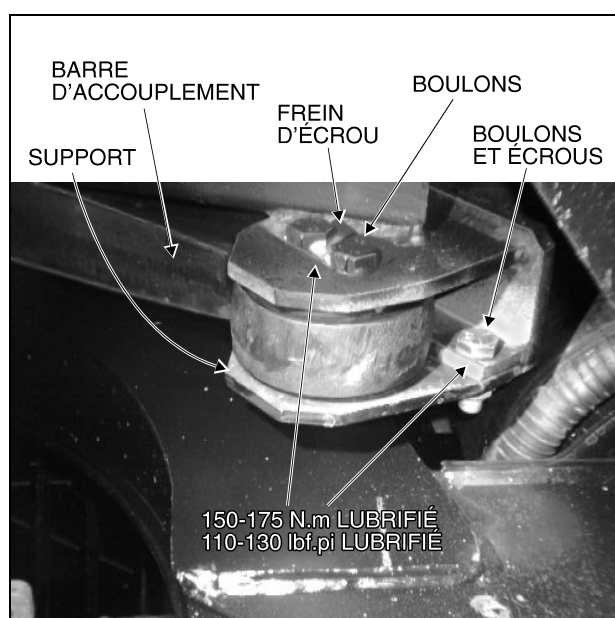

FIGURE 5
6. À l'autre extrémité, déplier le frein d'écrou qui bloque les deux boulons puis dévisser ceux-ci (Fig. 5).
7. Dévisser les deux boulons et les deux écrous retenant le support de la barre d'accouplement (Fig. 5), et retirer celle-ci.